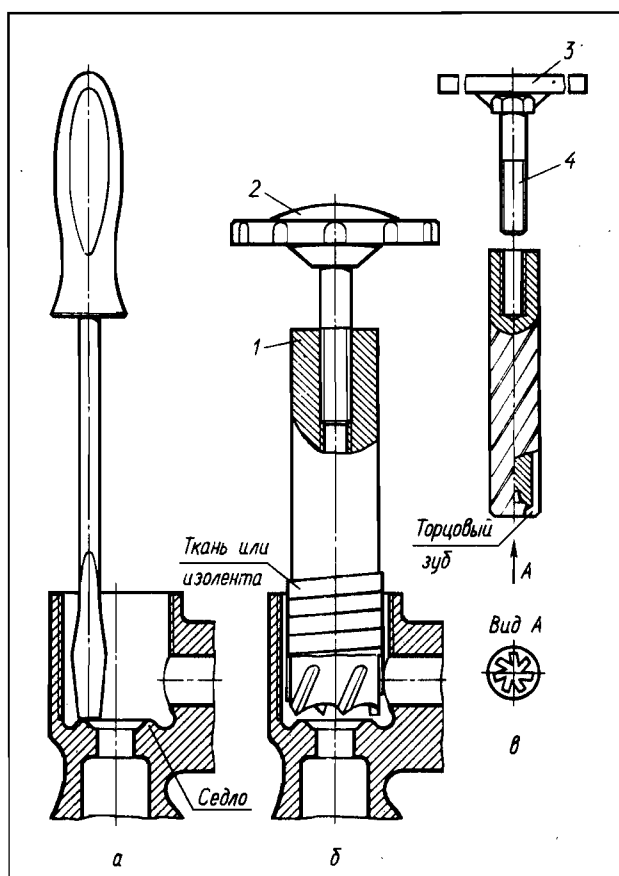

Рис. 19. Методы устранения радиальной канавки в седле боковины смесителя пробкового типа или на седле корпуса смесителя другого типа
канавка в седле. Несколько вывинтив маховик, выкручивайте вентильную головку. Канавку в седле можно определить несколькими способами. Самый простой — ногтем мизинца. Но если канавка глубиной около 0,1 мм, то таким путем ее ощутить нельзя. При хорошем рассеянном освещении канавка на седле видна. Для фокусировки освещения можно использовать зеркало. Для перепроверки наличия канавки используйте отвертку. Просуньте ее так, чтобы она расположилась по радиусу отверстия для входа воды. Проведите лопаткой отвертки по седлу. Канавка сразу ощутится. Если глубина канавки не более 0,3 мм, то есть временный выход. Лопаткой отвертки соскребите острые края канавки (рис. 19, а). В клапан вставьте прокладку из нетвердой резины толщиной в 4—6 мм. Вкрутите вентильную головку в боковину. Откройте вентиль и при пользовании более туго заворачивайте маховик.
2. Если нет боковины с целым седлом, применяйте второй метод. Он заключается в строгании вершины седла до тех пор, пока не будет уничтожена канавка и вместо округлой вершины седла не останется плоское кольцо. Иногда канавка слишком глубока и приходится сострагивать седло полностью. Прокладка в клапане тогда вместо кольцевого выступа будет упираться в плоскость с отверстием посредине. Строгать удобнее всего концевой фрезой 1 диаметром 16 мм (рис. 19, б). Ее можно купить в магазинах «Инструмент». Используйте торцовую часть фрезы, а боковые острые кромки на образующей фрезы обмотайте тканью или изолянтной, чтобы они не повредили резьбы на боковине.